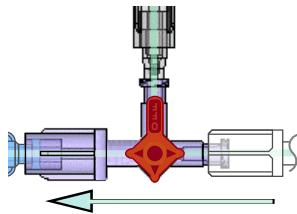

Abbildung 6 – Kochsalzlösungsinjektion (Einsparung AUSGESCHALTET)
- a. Bei der Spülung mit Kochsalzlösung drehen Sie die Aufschrift „OFF“ (ZU) des DyeVert Power XT-Einweghahns so, dass sie auf den Ventilauswahl-Einweghahn weist. (siehe Abbildung 6)